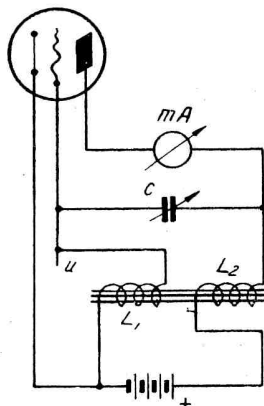

Fig. 20
2) **Stabilisateur à magnétostriction (Pierce).** — Voyez le schéma principal à la fig. 20. La partie principale de l'oscillateur est occupée par le barreau magnétique M, placé dans deux bobines L_1 et L_2 qui forment le circuit plaque et grille. Le condensateur C se trouve entre la grille et la plaque et permet de réaliser l'accord. Il est à remarquer que, malgré une grande variation de capacité du condensateur, la fréquence ne se trou-